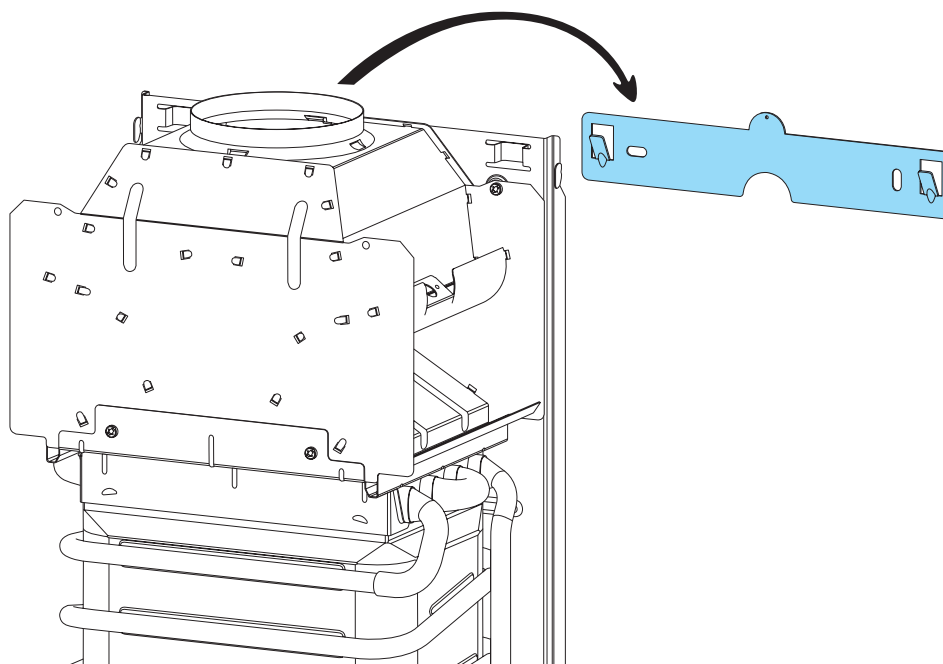

Рис. 6
- Заведите верхние отверстия рамы на крючки крепежной пластины (рис. 6).